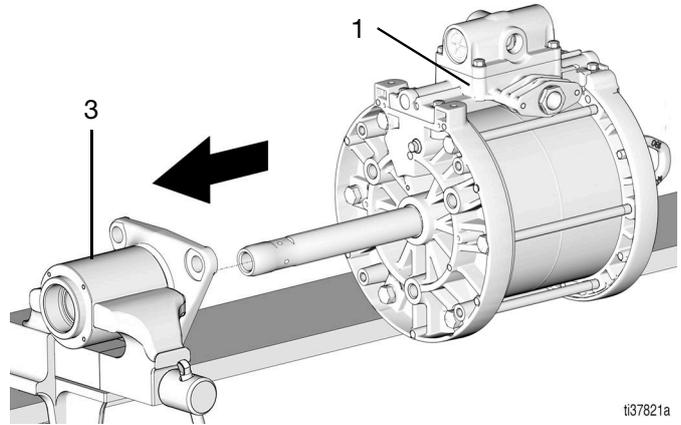

图 22
6. 通过将活塞柱 (14) 滑过出口外壳 (3) 来重新安装空气马达 (1)（图 22）。